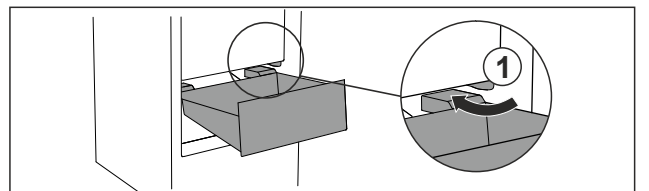

Fig. 116
- ▶ Обойдите стопор Fig. 116 (1) выдвижного ящика под наклоном.